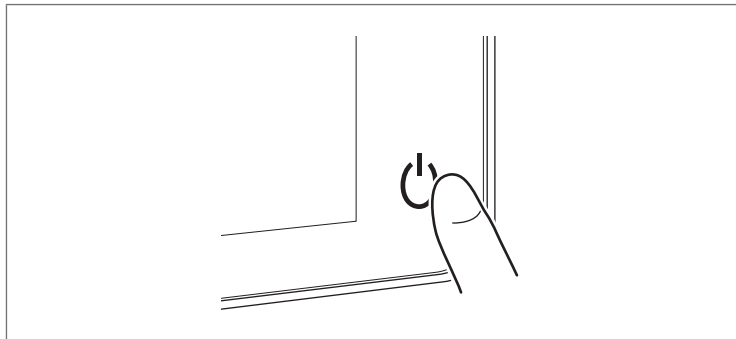

Рис. 5.2
2. Удерживайте кнопку включения/дежурного режима в правом нижнем углу передней панели нажатой 2 - 3 секунды (рис. 5.2).